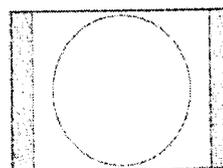

Fig. 35
- 4:3 Pour le rapport hauteur/largeur normal de 4:3. (voir Fig. 35)